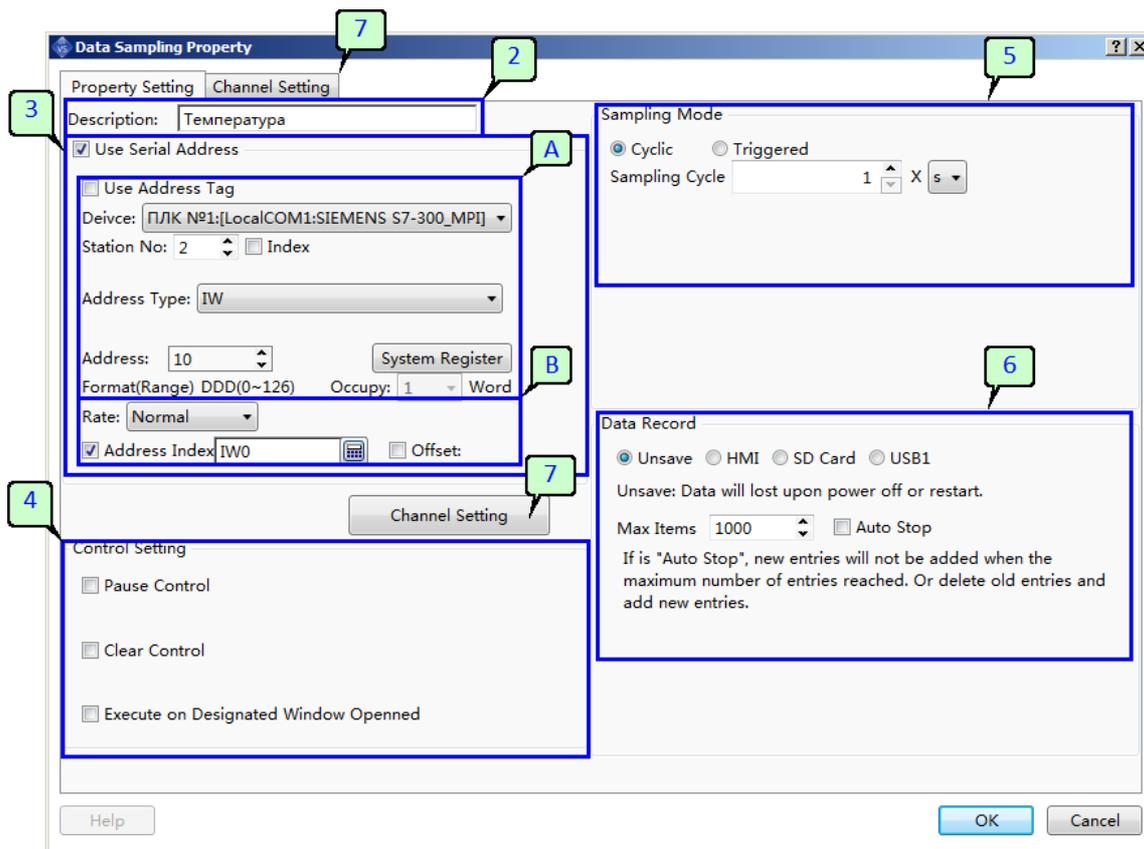

Рисунок 119 - Создание нового процесса сбора данных
1. Нажмите "Новый", чтобы открыть диалоговое окно создания нового процесса сбора данных (рисунок 119).